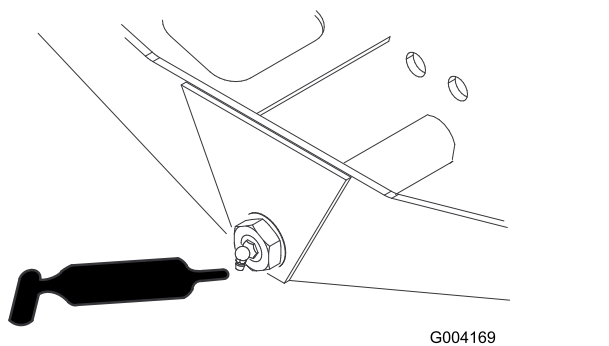

Figura 81
- Articulação do direção do eixo (1 cada) (Figura 81)